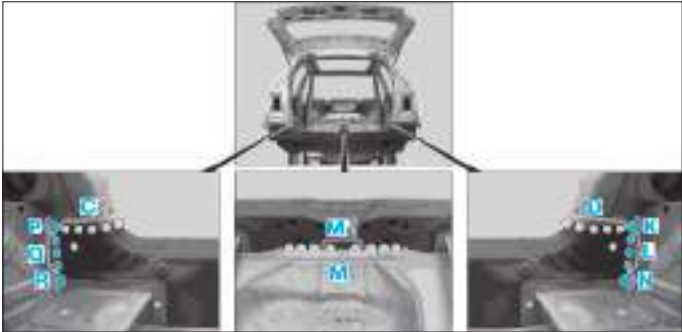

FIG. 120
- Souder la jupe AR, zones (A₁), (A₂), (B₁), (B₂), (H), (H₂), (H₄), (J), (J₂) et (J₄).
- Riveter la jupe AR (rivet Polygrip à tête plate, tête ronde de Ø 6,4 x 14 mm) dans les zones (C), (D) et (M) (Fig.120).